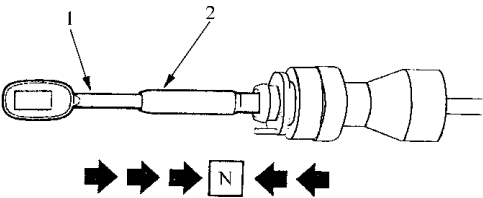

图 5-63 推动换档拉线
2) 将点火开关置于 ON (II), 确认 N 位置指示灯亮。
3) 必要时, 推动换档拉线, 直至停止位后松开。如图 5-63 所示, 将换档拉线回拉两步, 档位即 N 位